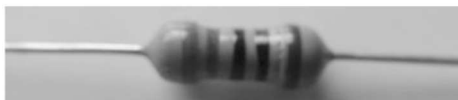

图 1-11 色环电阻
3. 请按照以上所述,读出图 1-11 所示色环电阻所表示的参数。